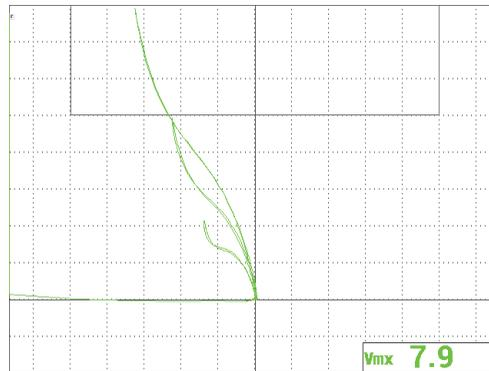

Рис. 5-8 Полноэкранный режим для точной настройки параметров
3. Нажмите клавишу FULL NEXT (➡️) для переключения на полноэкранный режим, выполните сканирование. Полученные результаты должны быть аналогичны снимку на Рис. 5-8 на стр. 140. Список всех параметров показан на Рис. 5-9 на стр. 140. Значение максимальной вертикальной амплитуды по умолчанию отображается в нижнем правом углу экрана. Подробнее о типе показания